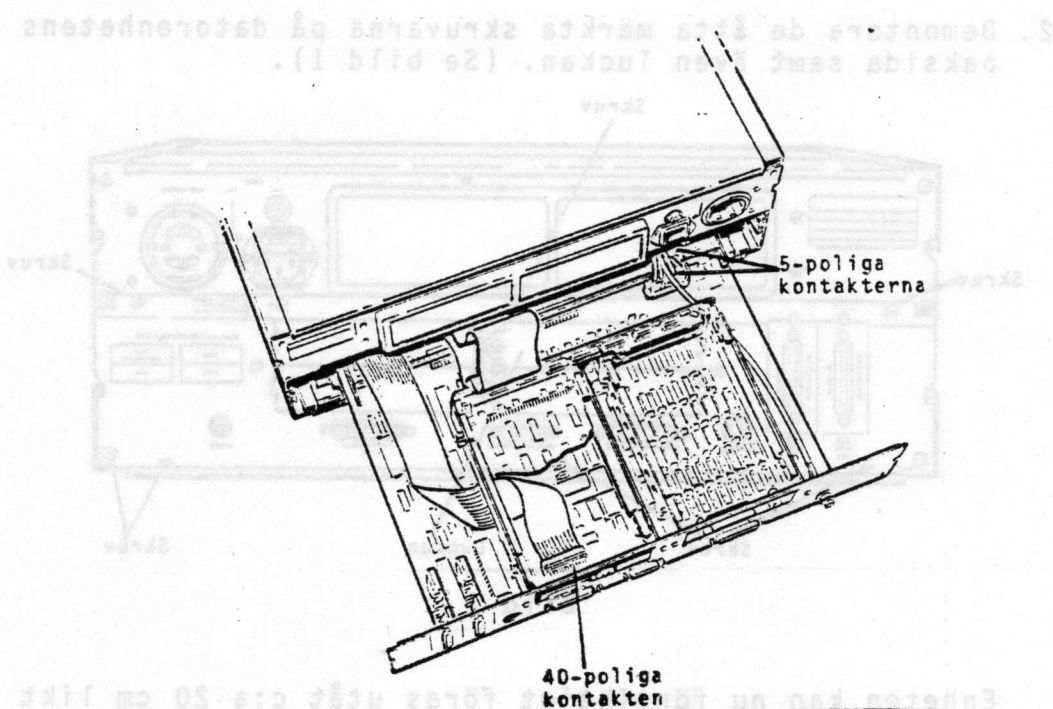

Bild 3
4. Demontera den 40-poliga kontakten samt de två 5-poliga kontakterna för spänningsmatning. (Bild 3)